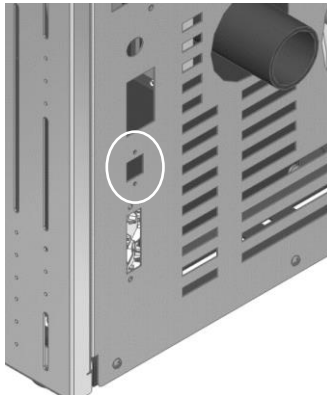

Figura 4 – Instalação kit Wi-Fi
- Fixe o interface do módulo Wi-Fi na furação correspondente ao rasgo, utilizando os dois parafusos para o efeito (Figura 4).